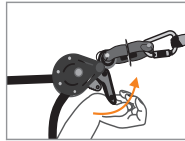

Fig 5
Montera ner livlinan genom att dra i kampsaken (4) (Bild 5). Lossa hela anordningen och packa ned den i dess ursprungliga väska.